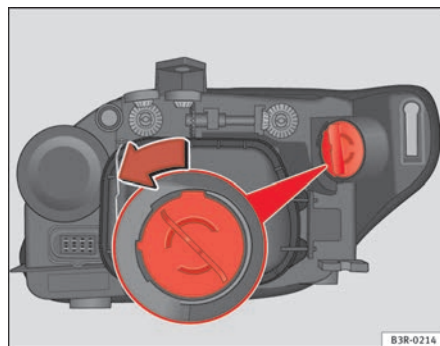

Fig. 213 Luce DRL (luce diurna)
- Ruotare il portalampada in senso antiorario afferrandolo per l'impugnatura ⇒ fig. 213 ed estrarlo insieme alla lampadina.